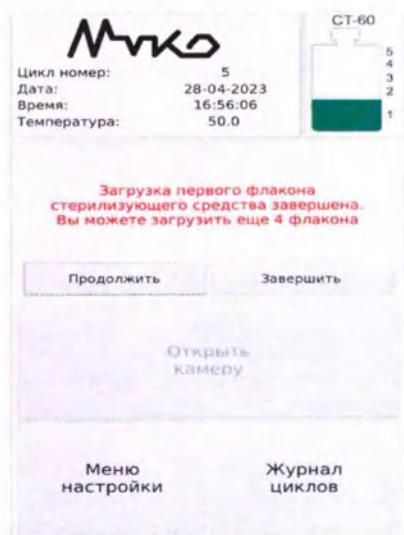

Рисунок 34
15.3.9 После окончания загрузки 1-го флакона стерилизующего средства с экрана исчезнет надпись: «Происходит загрузка первого флакона стерилизующего средства» (Рисунок 33), при этом 1-й уровень индикатора окрасится в зеленый цвет и экран перейдет к виду. (Рисунок 34)
15.3.10 Если требуется загрузка более 1 флакона, то для продолжения загрузки необходимо нажать клавишу «Продолжить» (Рисунок 34) и повторить п.п.15.3.1-15.3.7 необходимое количество раз, но не более 4, при этом уровни индикатора стерилизующего средства будут окрашиваться в зеленый цвет в соответствии с
15.3.11 Если не требуется продолжение заливки, то необходимо нажать клавишу «Завершить» (Рисунок 34), при этом произойдет автоматический переход в главное меню.